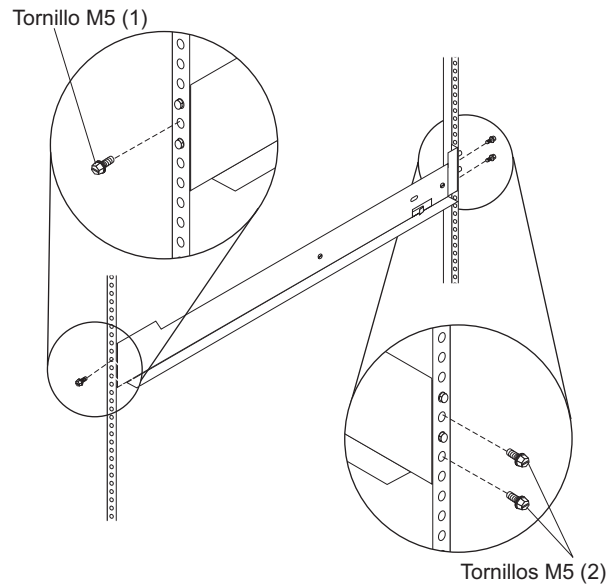

Figura 3. Fijación de los rieles de soporte en el bastidor
3. Una vez posicionadas las pestañas del riel de soporte dentro de los rieles del bastidor, desde la parte frontal del armario de bastidor inserte, con ayuda de un destornillador, un tornillo M5 en el segundo agujero de la parte de arriba del soporte de montaje , tal y como se muestra en Figura 3.